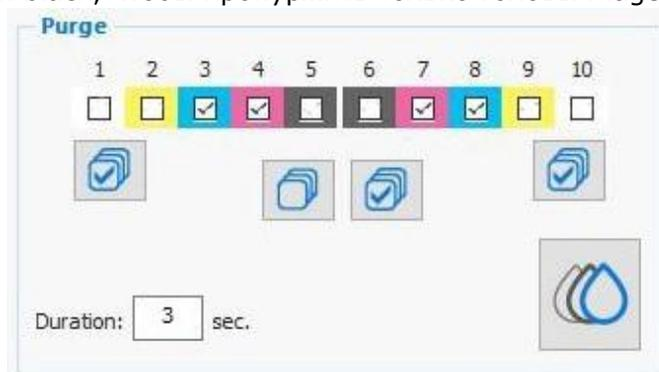

Рисунок 4-6 Раздел Purge, включены только каналы Magenta и Cyan
- Если тест голов **не удовлетворительный**, перейдите к разделу Уход за печатными головами, фокусируясь на тех головках, которые имеют отсутствующие или кривящие сопла, Рисунок 4-6.
НАПРИМЕР: Имеется проблема в каналах cyan или magenta, как это показано на Рисунке 4-7. Тогда оператор снимает галочки с каналов white, yellow и black, чтобы пропуржить только головы magenta и cyan, Рисунок 4-6.